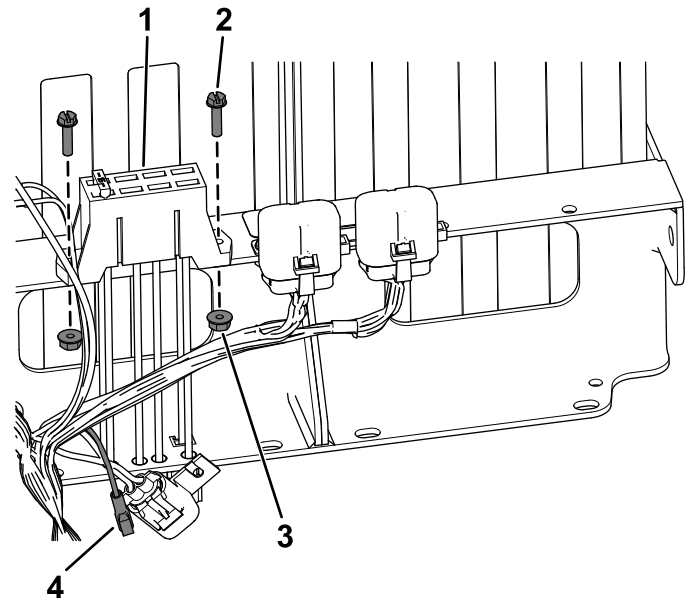

Figura 18
- Para máquinas com número de série **403448001 e posteriores**, prenda o novo bloco de fusíveis utilizando os dois parafusos de cabeça de anilha sextavada (n.º 10 x 3/4 pol.) e duas anilhas dentadas (n.º 10) como se mostra na Figura 18.
2. **Para máquinas com número de série 403448001 e posteriores**, ligue o conector fêmea na cablagem ao novo bloco de fusíveis (Figura 18).